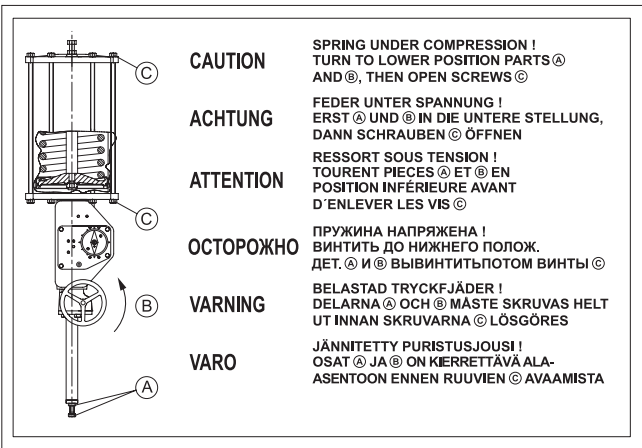

图.28 B1JARR 执行机构警告牌
气缸配有警告牌 (43)。维修设备时，请检查警告牌是否粘贴到位且清晰易读，参见图 28。还要检查气缸上是否有指示弹簧工作方向的箭头标签。